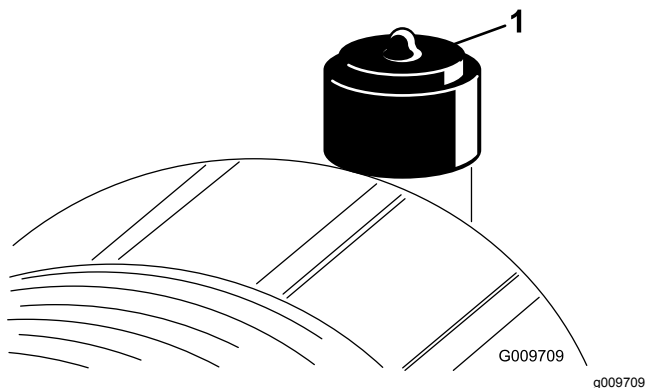

Figura 46
Revise el filtro del limpiador de aire únicamente cuando el indicador de mantenimiento (Figura 46) lo requiera. El cambiar el filtro antes de que sea necesario sólo aumenta la posibilidad de que entre suciedad en el motor al retirar el filtro.
9. Reinicie el indicador (Figura 46) si se ve rojo.